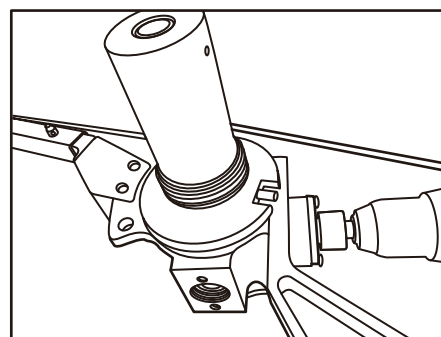

Fig. 9
A. Al tirar bajo tierra o desde abajo, enrolle la cuerda sobre la parte superior del cabrestante (1) en el sentido de las agujas del reloj varias veces (Fig. 9) y coloque la broca de 18 voltios en REVERSA y utilice como la mayoría de los tiradores de alambre convencionales.